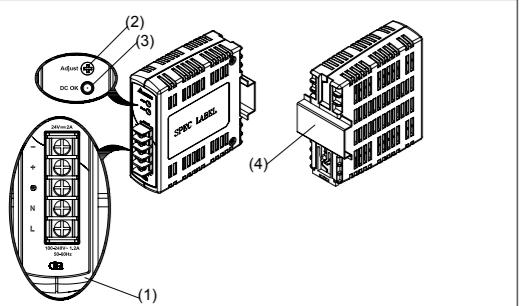
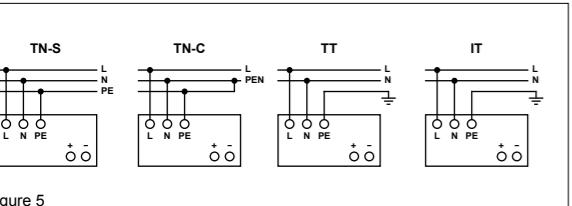

Figure 1
Figure 5
Gerätebeschreibung (Abb. 1)
Anschluss der Eingangsklemmen (Abb. 1, Abb. 5)
Anschluss der Ausgangsklemmen (Abb. 1 (2))
Verwenden Sie die Schraubklemmen „+“ und „-“, um den 24Vdc-Anschluss herzustellen. Am Ausgang stehen 24Vdc zur Verfügung. Die Ausgangsspannung kann am Potentiometer zwischen 22 und 26Vdc eingestellt werden. Die grüne LED „DC OK“ zeigt die korrekte Funktion des Ausgangs an (Abb. 1 (3)). Das Gerät verfügt über einen Kurzschluss-, Überlast- und Überspannungsschutz, der auf 32.4Vdc begrenzt ist.